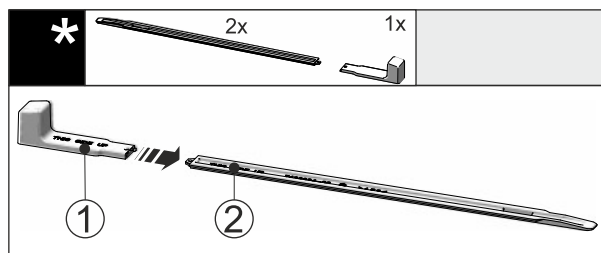

Fig. 48
- Montagegriff Fig. 48 (1) an die Nivellierschiene Fig. 48 (2) stecken.